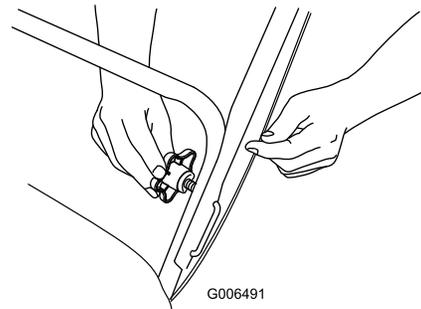

Bild 5
1. U-förmige Griffsperrn (2) 2. Bügelhandrädern
2. Setzen Sie das Ende der U-förmigen Griffsperrn in das offene Loch im Griff ein und ziehen Sie die Griffhandrädern fest, bis sie fest sitzen (Bild 5).